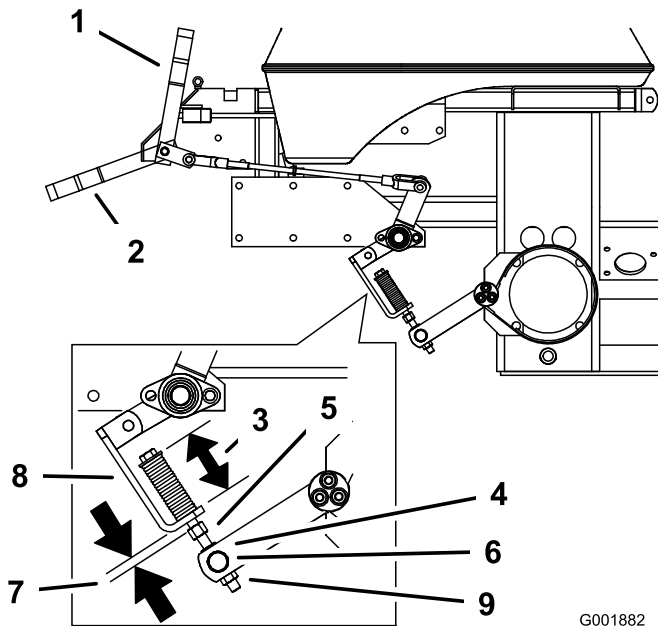

Figura 63
2. Mida la longitud del muelle. La medida debe ser de 70 mm (2-3/4 pulg.) entre las arandelas (Figura 63).
3. Si es necesario un ajuste, afloje la contratuerca que está debajo del muelle y apriete la tuerca que está justo por debajo de la horquilla (Figura 63). Gire la tuerca hasta obtener la medida correcta. Apriete las dos tuercas juntas y repita en el otro lado de la unidad.
6. Mida la distancia entre el soporte del muelle y la tuerca de ajuste que está debajo del soporte del muelle. La medida debe ser de 5–8 mm (1/4–5/16 pulg.) (Figura 63).
7. Si es necesario un ajuste, afloje la contratuerca que está justo por encima del eje-rodillo. Gire la contratuerca que está debajo del eje-rodillo hasta obtener la medida correcta (Figura 63).
8. Apriete la contratuerca que está justo por encima del eje-rodillo (Figura 63).